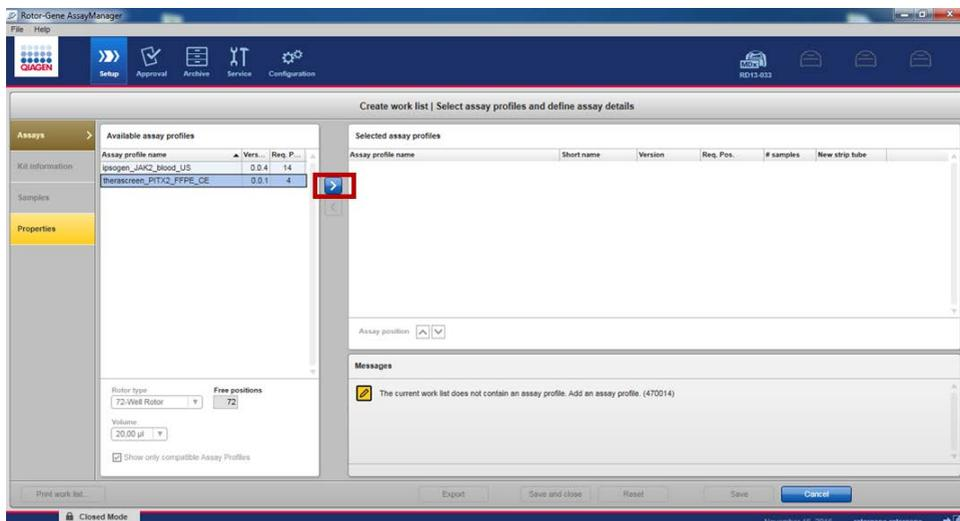

Figure 8. Importation du profil de test.
18. Sélectionner le profil du test PITX2 dans la liste des profils de test disponibles (Figure 8).
19. Transférer le profil de test sélectionné vers la liste des profils de test sélectionnés en cliquant sur la flèche (à droite du nom du profil de test). Le profil de test doit maintenant s'afficher dans la liste de profils de test sélectionnés (Figure 8).